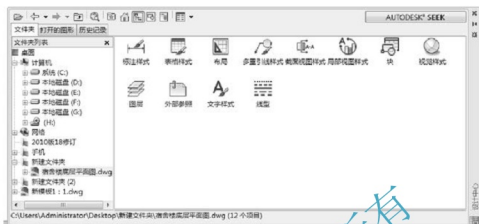

图 3.128 在【设计中心】加载文件
【设计中心】的右侧选项框中出现“宿舍楼底层平面图.dwg”中所包含的“块”“标注样式”“图层”“线型”“文字样式”等设定信息,如图 3.128 所示。
(6) 单击【设计中心】对话框左上部的【上一级】图标,右侧显示如图 3.128 所示的内容。